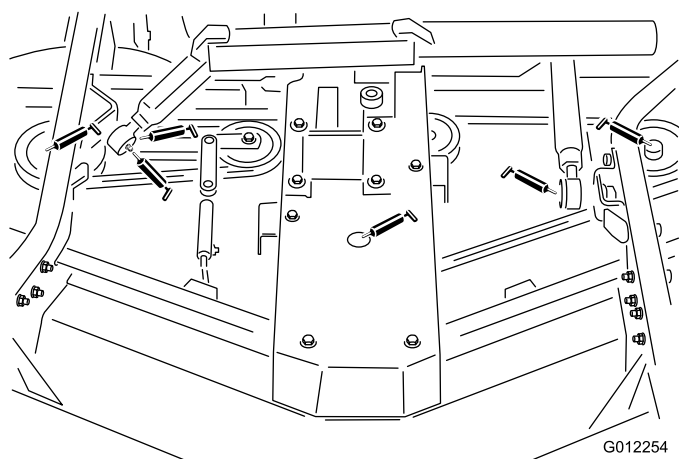

Figure 17
- Roulements d'axes de lames (Figure 17)
- Pivot de bras de relevage (Figure 17)
- Rotules de bras de poussée droit et gauche (Figure 17)